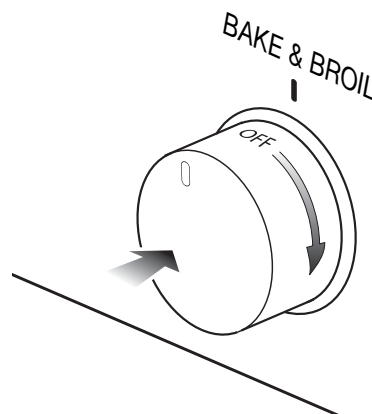

Fig. 3.5 Bouton de commande du four
2) Appuyez complètement sur le bouton de commande du four et, en le maintenant enfoncé, tournez-le dans le sens horaire (fig. 3.5), jusqu'à la position BROIL.